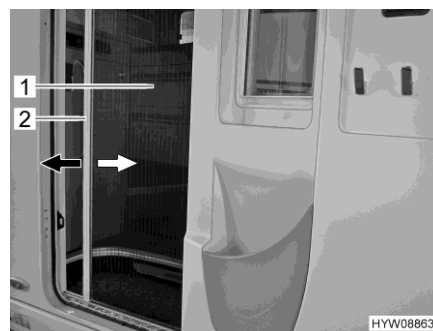

Bild 18 Insektenschutz (Eingangstür)
- Griffleiste (Bild 18,2) mit beiden Händen fassen und Insektenschutz (Bild 18,1) gleichmäßig aus der Türaufnahme ziehen.
- Griffleiste (Bild 18,2) mit beiden Händen fassen und Insektenschutz (Bild 18,1) mit leichtem Druck zurück in die Türaufnahme schieben.